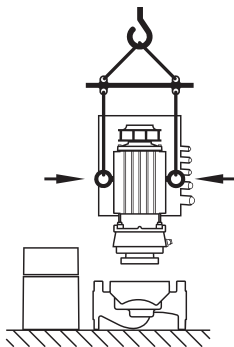

Fig. 9: Транспортування двигуна
- За необхідності (напр., у випадку ремонту) транспортні вушка можна перемістити з фланця двигуна на корпус останнього (див. Fig. 9). Перш ніж встановлювати транспортні вушка на корпусі двигуна, з відповідних отворів слід викрутити розпірні держачи (Fig. 7, п. 20b) (див. главу 10.2.1 «Заміна ковзаючого торцевого ущільнення» на сторінці 52).
- У разі перенесення транспортних вушок із фланця двигуна на корпус останнього їх можна використовувати лише для переміщення або транспортування модуля (Fig. 9), але в жодному разі не для транспортування всього насоса і не для відокремлення модуля від корпусу насоса.